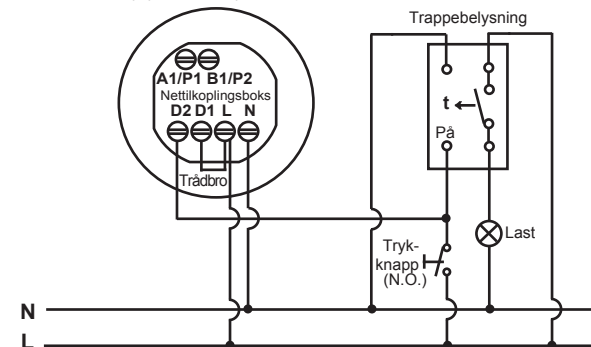

FIG. 5
- En sensor styrer trappetidsbryteren (still tidsknappen på 'L' (se FIG. 5)).